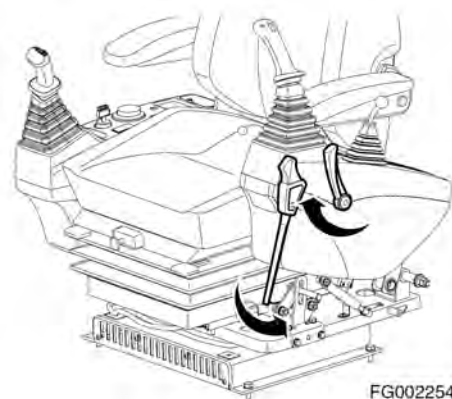

Рис. 148
2. Установить рычаг безопасности в заблокированное положение (**LOCK**), рис. 148.